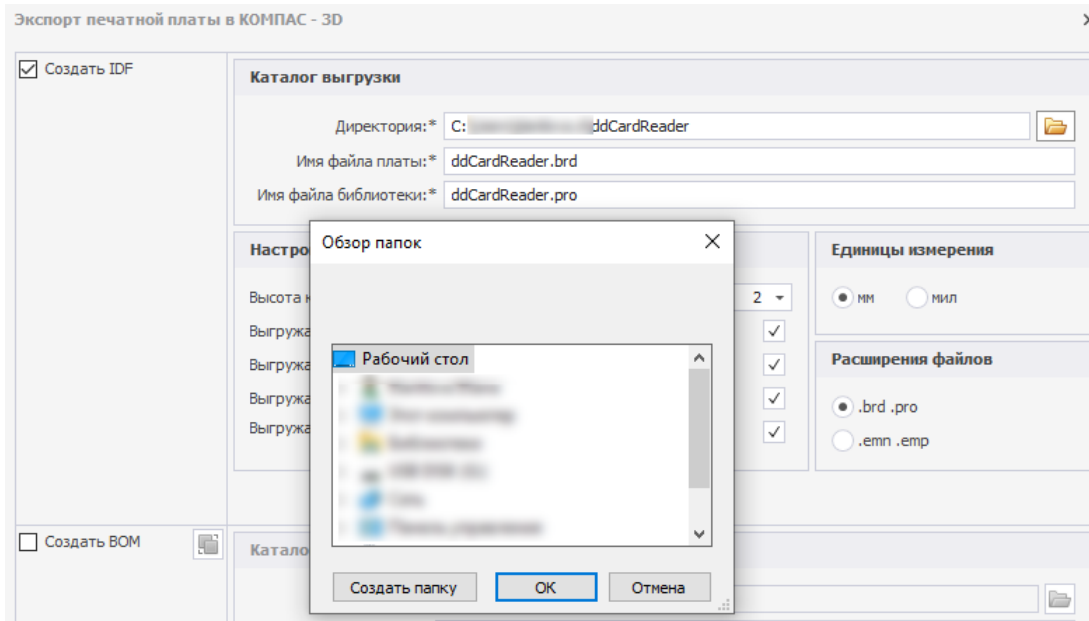

Рис. 4 Выбор директории и ввод имени файлов с данными по плате и компонентам
4. В поле «Каталог выгрузки» выберите директорию для сохранения экспортируемых файлов, введите имя для экспортируемого файла с данными по плате и библиотеке в соответствующих полях, см. Рис. 4. При вводе пути в поле «Директория:» доступен как ручной ввод, так и выбор места расположения через окно проводника. Для выбора пути через окно проводника нажмите значок .